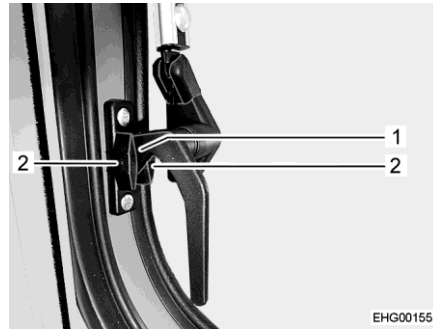

Fig. 52 Levier de verrouillage, latéral, (position "Aération permanente")
- Tourner les leviers de verrouillage latéraux d'un quart de tour vers le bas. Faire passer le tenon de verrouillage (Fig. 52,1) entre les deux moitiés du bloc de verrouillage.